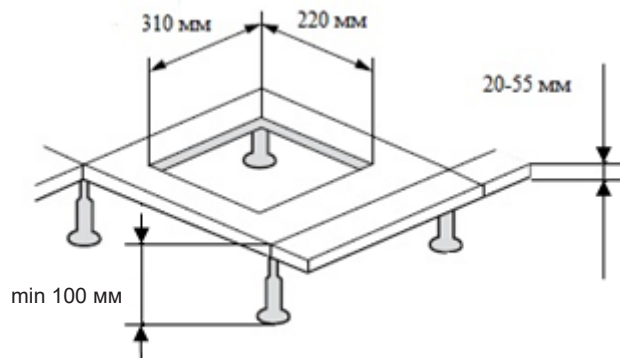

Рис. 2
1. Вырезать монтажное отверстие размером: 310 x 220 мм (рис. 2).